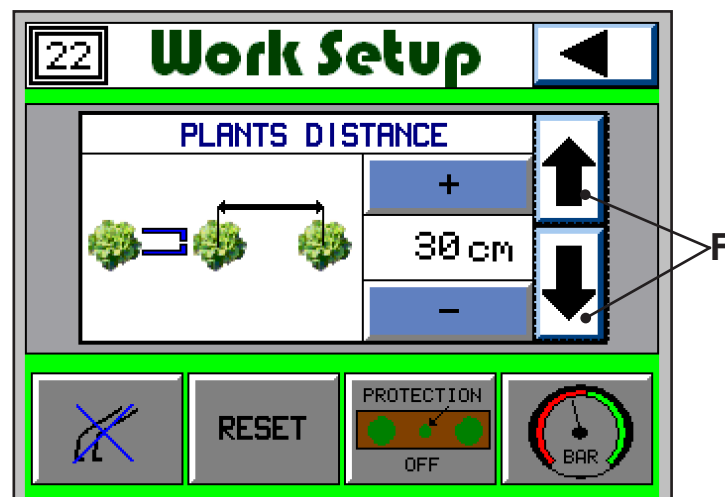

Fig. 4
- 7) En la página "WORK", pulse la tecla (E) para acceder a la página de "WORK SETUP" (Fig. 4). En esta página configure los tres parámetros, utilizando las teclas + y - y las flechas (F).